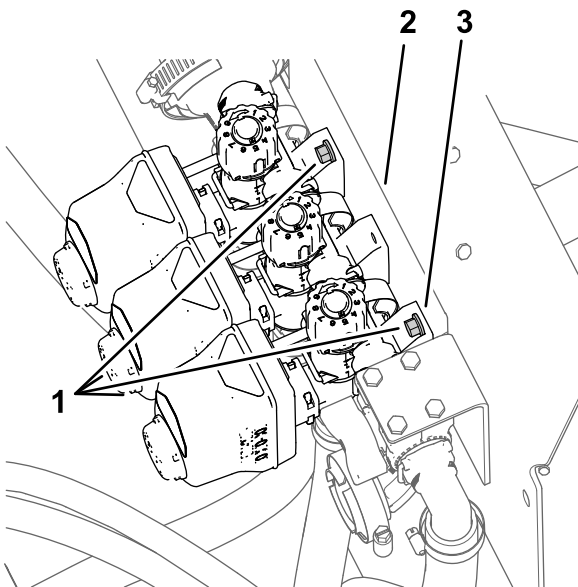

Figure 33
1. Desserrez les 4 boulons à embase ($\frac{1}{4}$ " x $\frac{3}{4}$ ") et les 4 contre-écrous à embase ($\frac{1}{4}$ ") qui fixent les 3 vannes de section au support de collecteur (Figure 33).